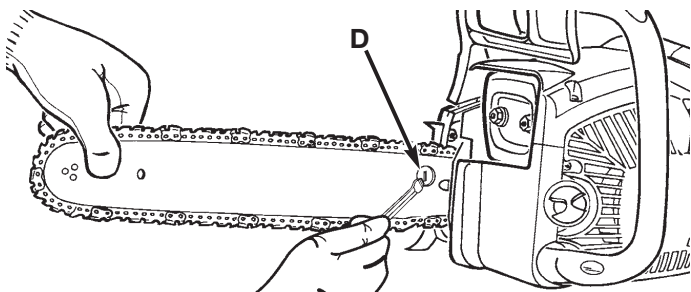

Fig. 22
1. Détachez l'écrou de barre, puis tenir le guide-chaîne à l'horizontale et serrer la vis (D) en tournant A DROITE pour augmenter la tension de la chaîne. Pour diminuer la tension, tourner la vis de réglage VERS LA GAUCHE. S'assurer que la chaîne est bien ajustée tout au long du guide-chaîne (Fig. 22).